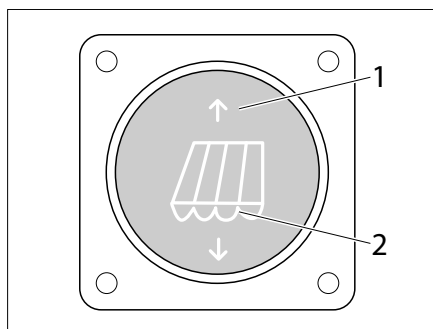
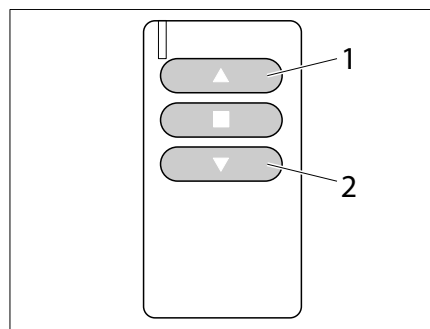

Fig. 42 Interrupteur pour store électrique
Fig. 43 Télécommande pour store électrique
Le store est également disponible en version avec moteur électrique. La commande s'effectue à l'aide de l'interrupteur (Fig. 42) ou bien d'une télécommande (Fig. 43).
- Appuyer sur la touche (Fig. 42/1) et/ou la touche (Fig. 43/1). Le store extérieur rentre.
- Appuyer sur la touche (Fig. 42/2) et/ou la touche (Fig. 43/2). Le store extérieur sort.